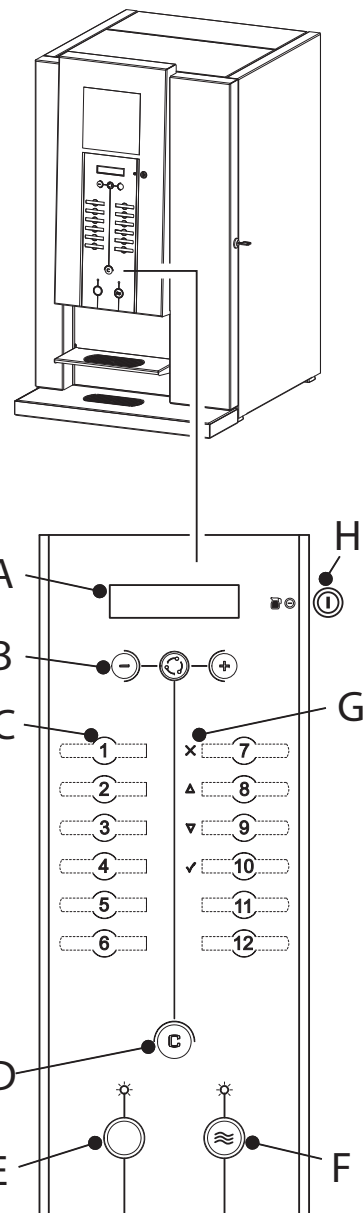

Abb. 22
- Das Bedienungsfeld an der Vorderseite (Abb. 22) ist für den normalen täglichen Gebrauch bestimmt.